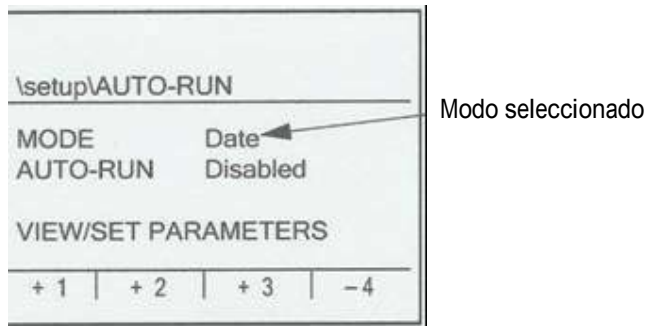

Figura 5-2: Pantalla de Corrida Automática en modo por Fecha.
2. Seleccione OP: AUTOM y oprima ACEPTAR para abrir la pantalla. (Figura 5-2) La apariencia en esta pantalla varía de acuerdo al modo seleccionado.
Cada uno de los tres modos de Corrida Automática proporciona diferentes números de programación y los programas individuales están numerados en secuencia. Al seleccionar un modo en la pantalla OP: AUTOM, cada uno de los botones se vuelve un control para uno de los programas para el modo. Por ejemplo, el botón en la Figura 5-2, es control para el modo seleccionado (Modo por Fecha) Oprima un botón numerado para ir directamente a ese programa.
Un programa numerado es activado cuando su número de programación es precedido por un símbolo +, y es desactivado cuando su número es precedido por el símbolo --. Por ejemplo, los programas 1, 2 y 3 en la Figura 5-2 están activados y el programa 4 está desactivado.